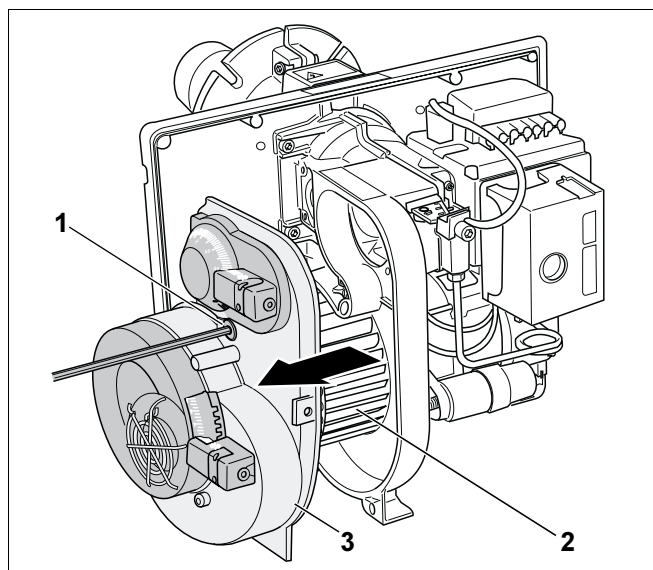

Рис. 17 Осмотр крыльчатки вентилятора
- Ослабить винт с внутренним шестигранником (SW 4) (рис. 17, поз. 1).
- Снять крышку корпуса (рис. 17, поз. 3).
- Проверить загрязнение крыльчатки вентилятора (рис. 17, поз. 2), при необходимости очистить или заменить.